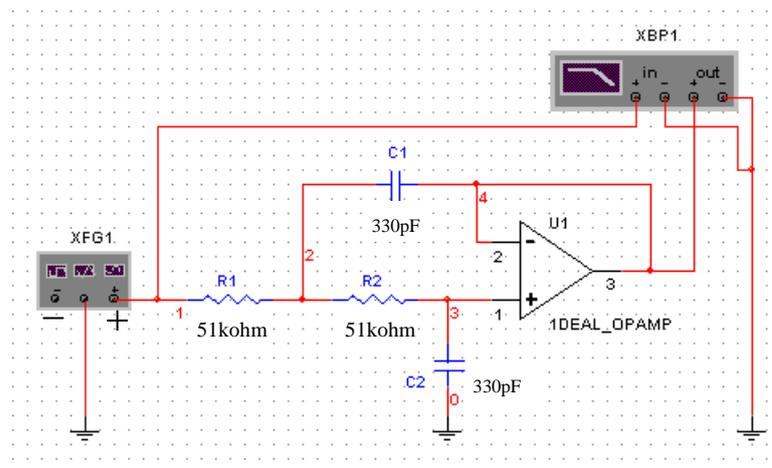

図22 低域アクティブフィルタ回路
(1) 回路の作成
- ・ 図22のように回路を作成してください。